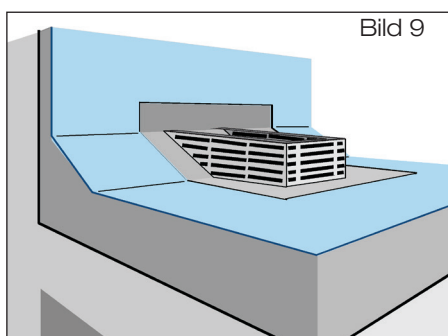

Bild 9
- 2.3 Erste Lage der Dachdichtungsbahn über Attikaablauf ausrollen und im Bereich des Klebeflansches aussparen (Bild 9).